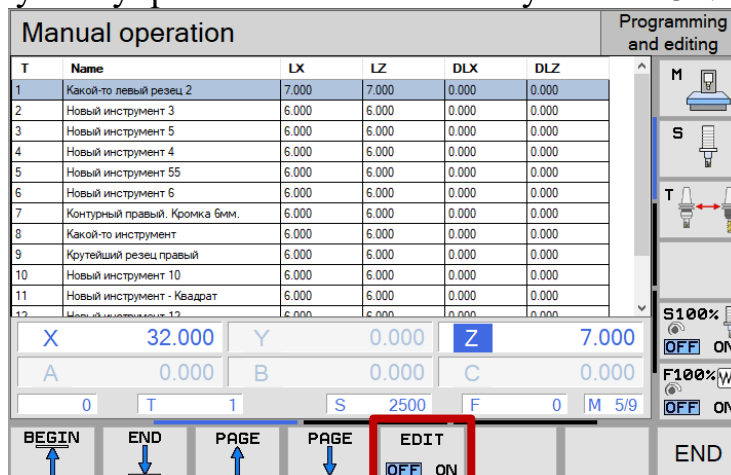

Рис.158. Кнопка «EDIT ON»
5. На экране пульта управления нажать кнопку «EDIT ON» (рис.158);